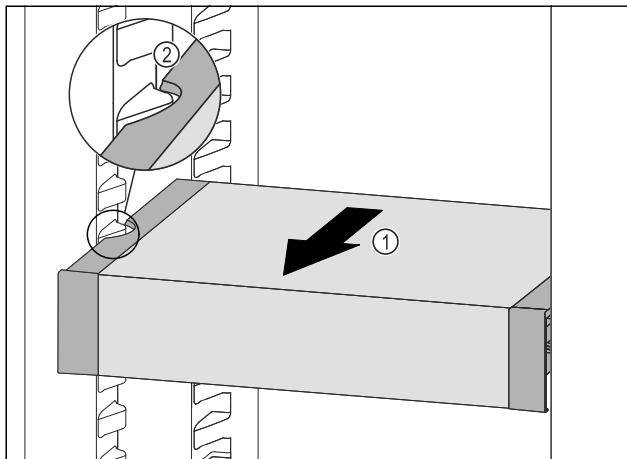

Fig. 91
- ▶ Trageți în față VarioSafe Fig. 91 (1), până când degajările laterale ale VarioSafe se află la înălțimea nervurii recipientului din frigider. Fig. 91 (2)